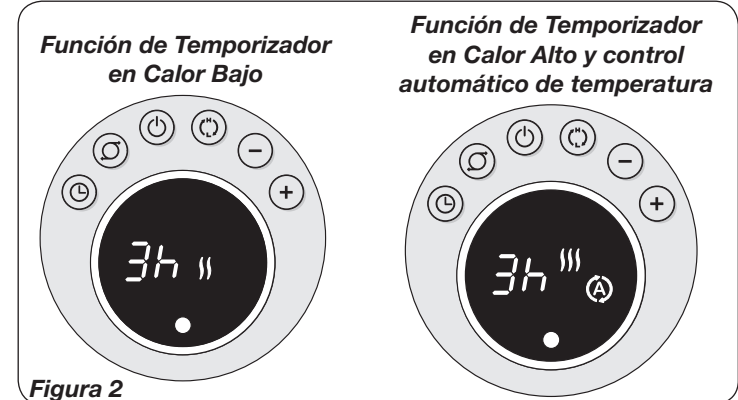

Figura 2
FUNCION DE TEMPORIZADOR (Figura 2)
- Arme la base enclavando las **Protuberancias** en los **Orificios para Protuberancias**. (Figura 2)